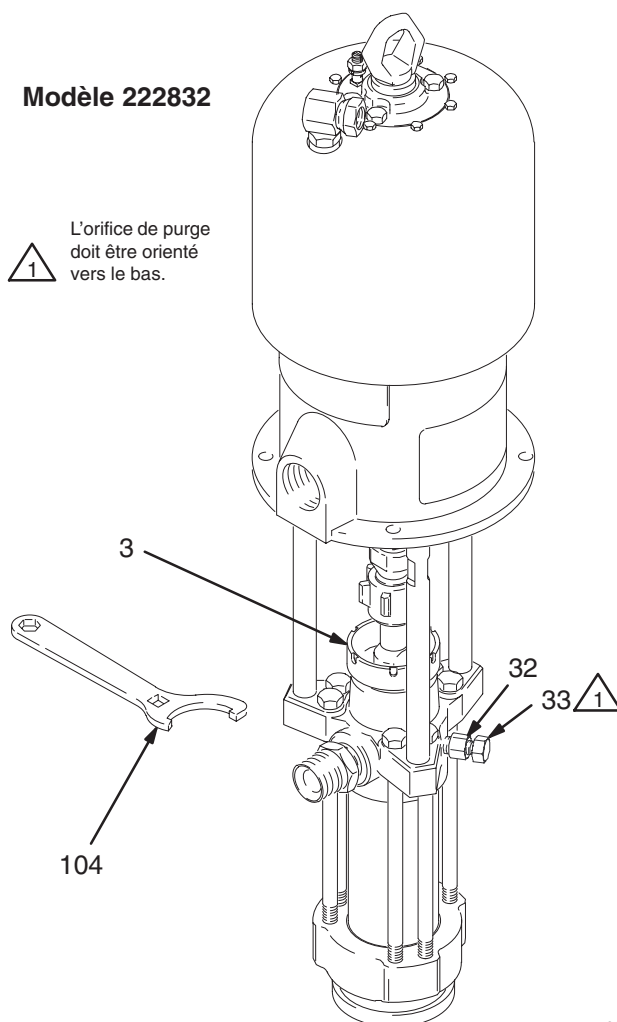

Fig. 5
Remplir au tiers l'écrou/coupelle de presse-étoupe (3) avec du liquide d'étanchéité pour presse-étoupe (TSL) ou un solvant compatible. Voir la Fig. 5. À l'aide de la clé fournie (104), resserrer légèrement l'écrou de presse-étoupe une fois par semaine; éviter de trop le serrer. Suivre la **Mise en garde** de la **Procédure de décompression** ci-dessus avant d'ajuster l'écrou de presse-étoupe.
4. Si l'on ne parvient pas à amorcer la pompe correctement, ouvrir le bouchon de la vanne de purge (33) doucement. Utiliser le trou en dessous du corps de la vanne (32) comme vanne d'amorçage jusqu'à ce que le produit arrive jusqu'au trou. Voir Fig. 5. Visser le bouchon (33).
8. Si l'on ne parvient pas à amorcer la pompe correctement, ouvrir le bouchon de la vanne de purge (33) doucement. Utiliser le trou de purge en dessous du corps de la vanne (32) comme vanne d'amorçage jusqu'à ce que le produit arrive au trou. Voir Fig. 5. Visser le bouchon (33).